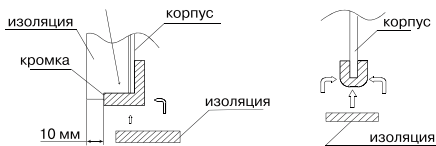

Рис. 29
7. При установке материала действуйте следующим образом тип корпуса 1 тип корпуса 2 (Рис. 29).